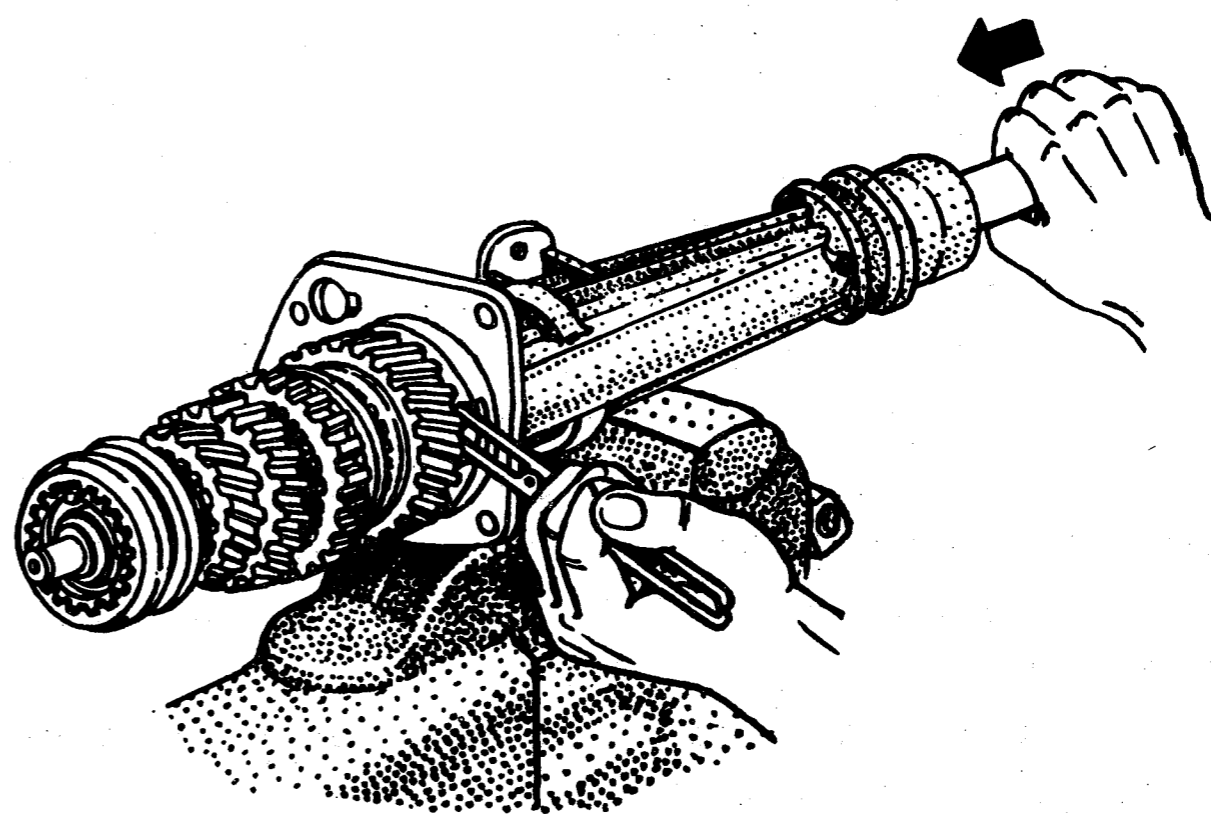

Рис. 104. Демонтаж вторичного вала из удлинителя
- с помощью щипцов 7814-5526 (рис. 104) развести усы стопорного кольца шарикового подшипника вторичного вала (при этом кольцо утопится в выточке удлинителя) и выпрессовать вторичный вал в сборе с подшипников из гнезда в удлинителе, воздействуя на задний конец вторичного вала;